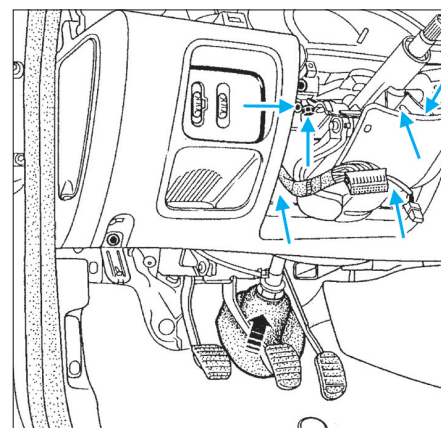

Fig. 7
- Dans l'habitacle, déposer les fixations de la colonne de direction et l'extraire (Fig.7).